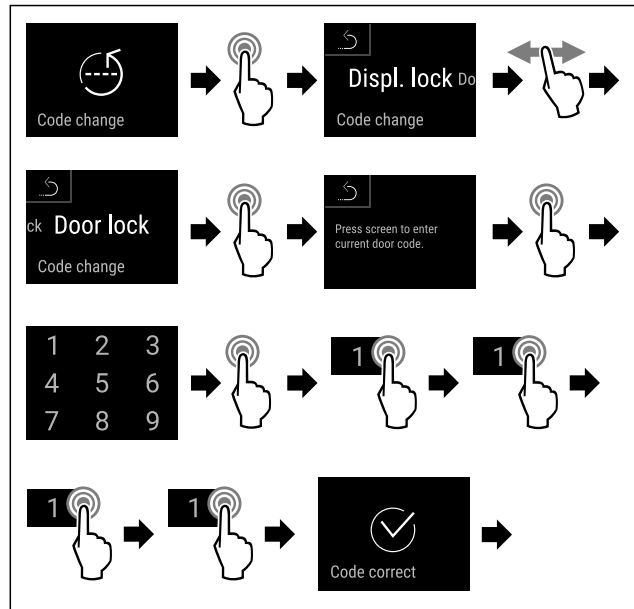

Fig. 81
- ▶ Handlungsschritte (siehe Fig. 81) durchführen.